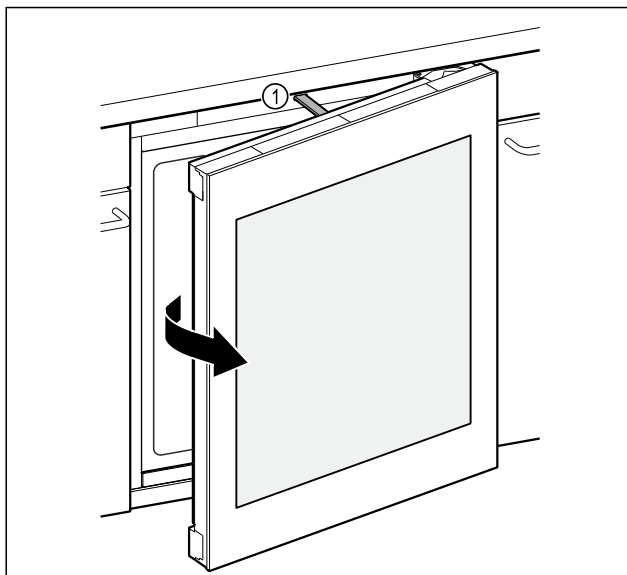

Fig. 88
- Popychacz Fig. 88 (1) otworzy drzwi na około 7 cm.